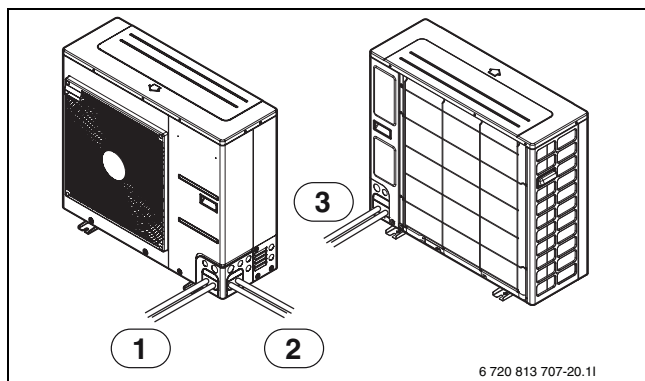

Fig. 21
- Les tuyaux peuvent être raccordés dans quatre directions. Directions possibles voir illustrations (→fig. 21 et 22).